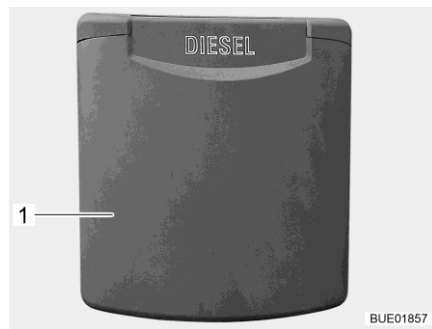

Bild 44 Außenklappe Kraftstoff-Einfüllstutzen
- Außenklappe (Bild 44,1) nach oben schwenken.